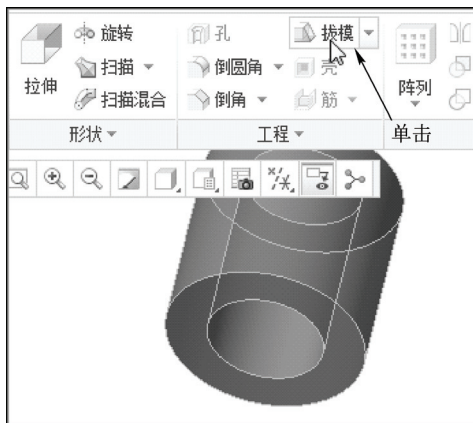

图 10-68 单击“拔模”按钮
STEP 02 在功能区选项板的“模型”选项卡中，单击“工程”面板中的“拔模”按钮，如图 10-68 所示。